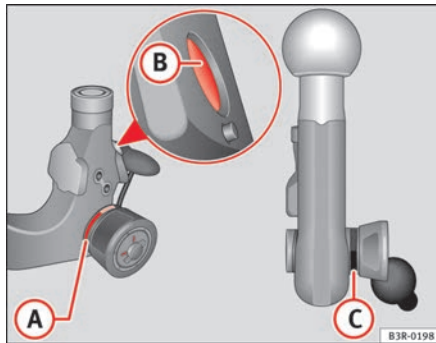

Abb. 151 Abnehmbare Anhängervorrichtung: Kugelstange
- Überprüfen Sie, ob sich die rote Markierung **A** ⇒ Abb. 151 am Handrad im Bereich der schwarzen Kennzeichnung an der Kugelstange befindet.